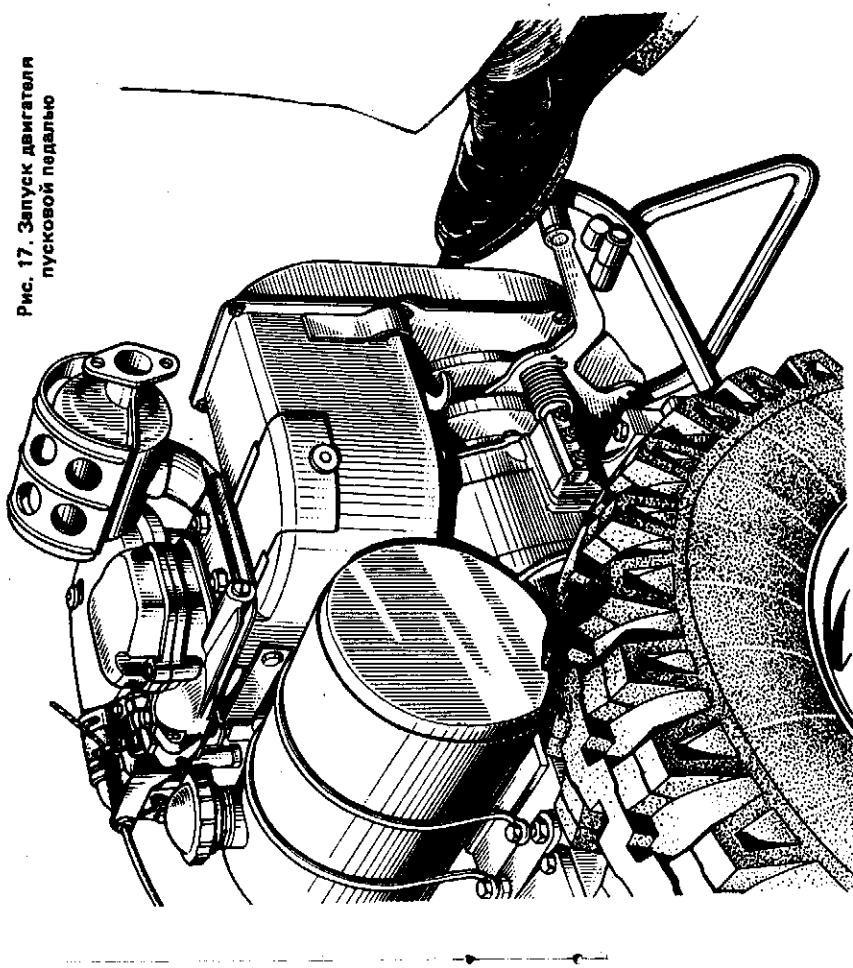

Рис. 17. Запуск двигателя пусковой педалью
6.2.5. Проверните коленчатый вал пусковой педалью (рис. 17) до начала хода сжатия в цилиндре (это ощущается по увеличению усилия на пусковой педали), а затем резким нажатием ноги на педаль запустите двигатель.